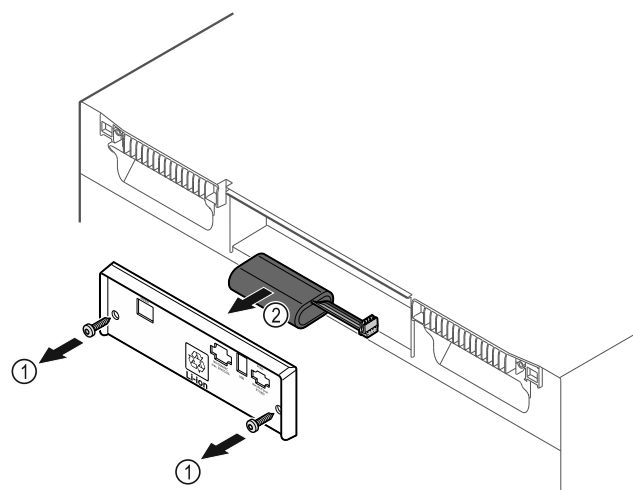

Fig. 235
- ▶ Dévisser les vis et retirer le couvercle situé à l'arrière de l'appareil Fig. 235 (1).
- ▶ Débrancher et retirer la batterie Fig. 235 (2).